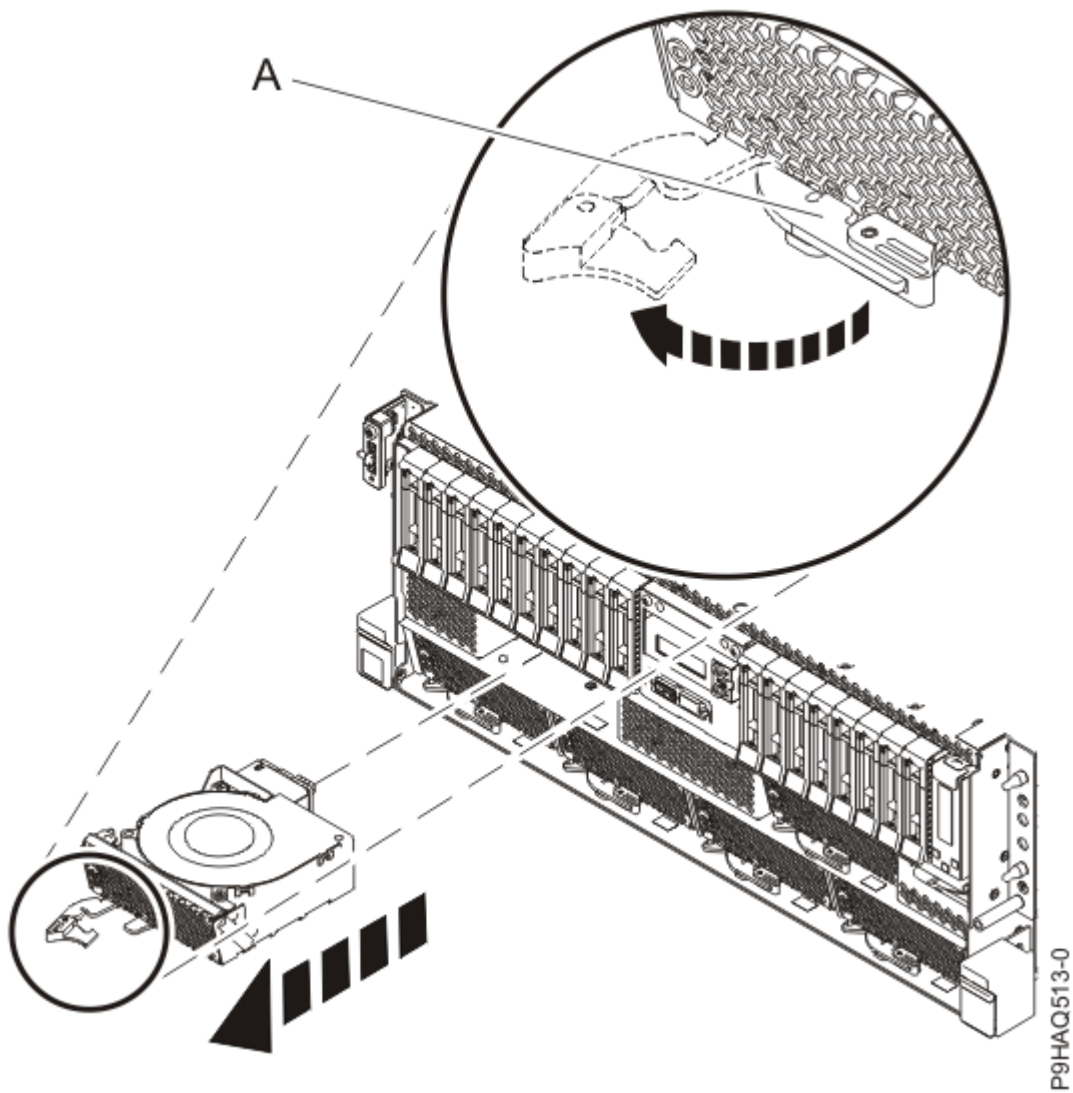

Figura 24: Removendo um Ventilador do Sistema
- a) Coloque o polegar contra a parte frontal da trava **(A)** conforme mostrado na Figura 24 na página 30 e coloque seu dedo indicador contra a parte traseira da trava.
- c) Gire a alça na direção mostrada na Figura 24 na página 30 para desbloquear o ventilador de seu slot.
- d) Segure a alça e usando sua mão para suportar a parte inferior do ventilador, puxe-o para fora de seu slot, conforme mostrado na Figura 24 na página 30.